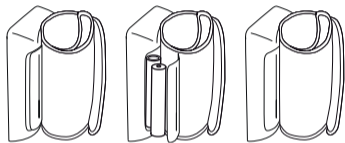

Fig. 1
- Aprire il coperchio del vano batteria posto sulla parte inferiore del dispositivo (vedi fig. 1). Inserire le batterie (vedi capitolo 11 Dati tecnici). Prestare attenzione alla polarità („+“ e „-“) durante l’inserimento. Richiudere il coperchio del vano batteria. I simboli 12 h o 24 h lampeggiano sul display. Impostare quindi la data e l’ora, come descritto di seguito.